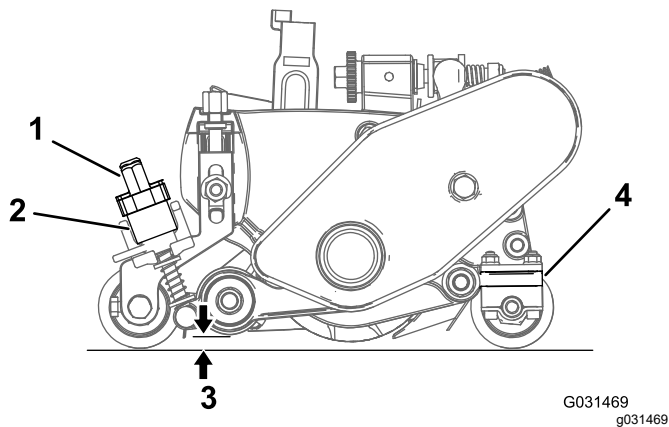

Figure 28
2. Tournez les leviers de levage rapide (Figure 28) en position MARCHE (poignée vers l'avant de l'unité de coupe).
- À une extrémité du cylindre groomer, mesurez la distance entre la pointe la plus basse de la lame et la surface de travail (Figure 28). Tournez le bouton de réglage de la hauteur (Figure 28) pour élever ou abaisser la pointe de la lame de groomer à la hauteur voulue.